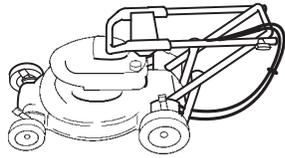

Figure 30
2. Pivoter soigneusement le mancheron supérieur vers l'avant jusqu'à ce qu'il repose sur le moteur (Fig. 30).